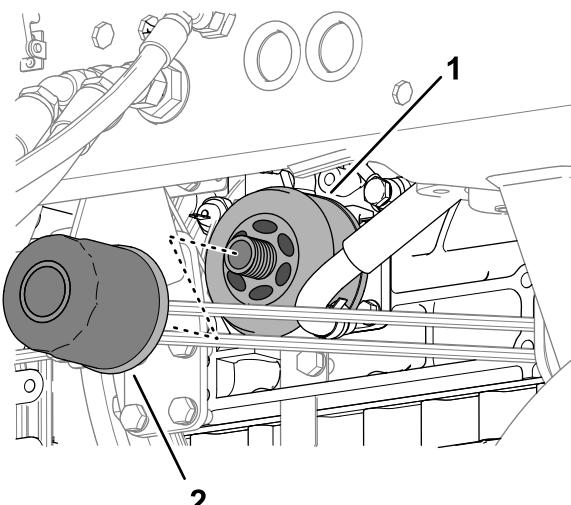

Рисунок 126
- Поверните масляный фильтр против часовой стрелки, чтобы снять его (Рисунок 126).